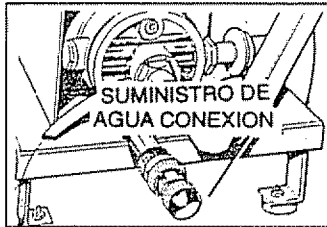

FIG. 12
- Conecte el suministro de agua (Fig. 12).